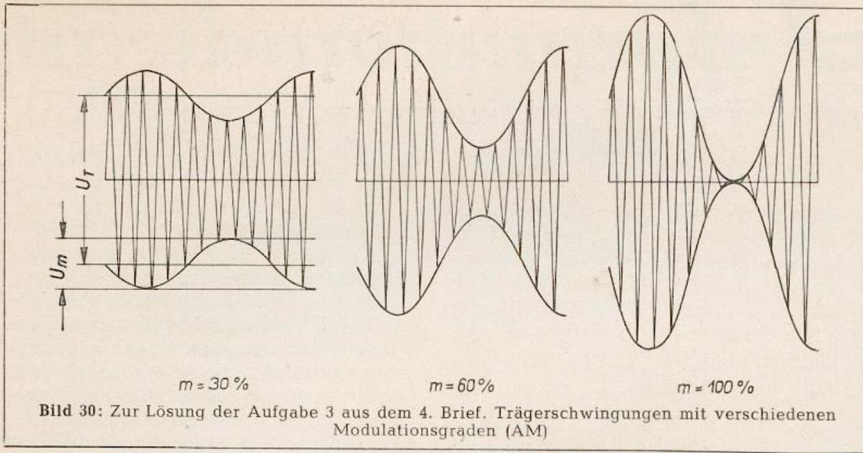

Bild 30: Zur Lösung der Aufgabe 3 aus dem 4. Brief. Trägerschwingungen mit verschiedenen Modulationsgraden (AM)
③ siehe Bild 30.
④ Bei einem Restträger von 10% ist: